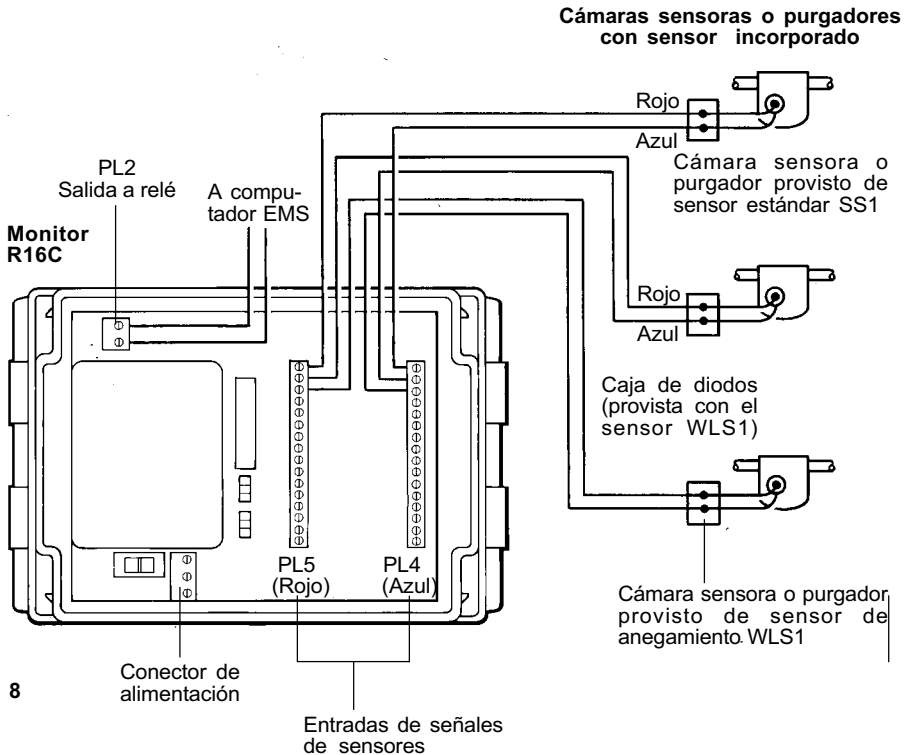

Fig. 8
El diagrama general de cableado de la Fig.8 muestra la conexión de los sensores al monitor R16C.
5. Es importante que las polaridades en el cableado del sensor sean las indicadas en la Fig. 8 (el cable rojo del sensor se conecta a la bornera PL5 del R16C, y el cable azul del sensor a la bornera PL4). Si se conectan en forma invertida la unidad aparentará funcionar pero dará información confusa.